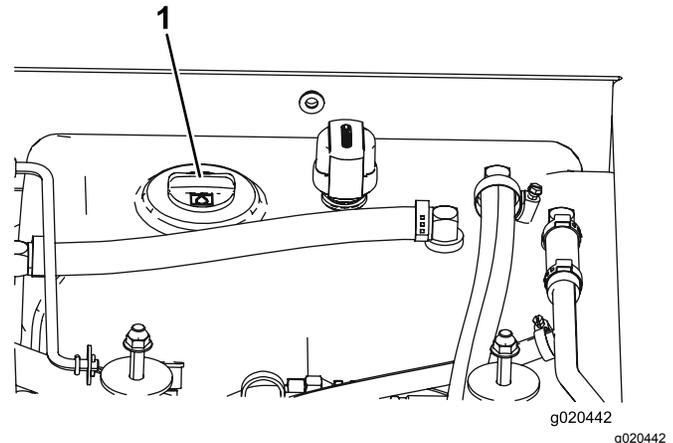

Рисунок 11
3. Очистите зону вокруг заливной горловины и крышки гидравлического бака (**Рисунок 11**). Снимите крышку заливной горловины.